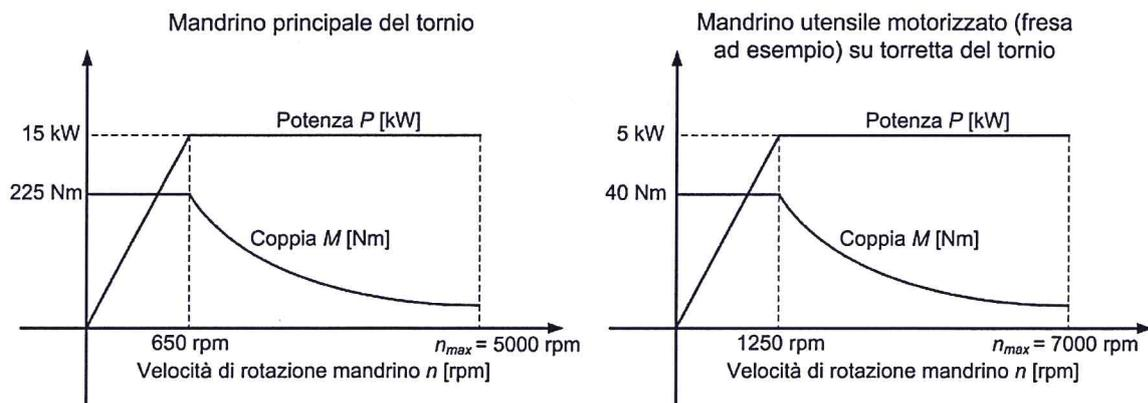

Figura 3. Curve di coppia e potenza mandrini del tornio multifunzionale CNC.
3. Per ciascuna delle operazioni ad asportazione di truciolo si descrivano, anche in modo approssimato, le strategie di lavorazione adottate (traiettorie utensile) e si dimensionino i parametri di taglio, rispettando i vincoli derivanti dalla macchina, ovvero il numero di giri massimo e le curve di coppia e potenza illustrati in Figura 3. Per le lavorazioni di finitura si scelgano gli avanzamenti in modo da soddisfare i requisiti di qualità superficiale riportati in Figura 1. Si scelgano le velocità di taglio all'interno degli intervalli indicati, in modo da consentire la lavorazione consecutiva di un numero adeguato di pezzi prima di dover arrestare la macchina per sostituire gli utensili usurati. Per tale scopo si supponga che ogni utensile abbia una durata pari a  $T=20$  min in corrispondenza al valore medio dell'intervallo di riferimento indicato (ad esempio, l'utensile 1 dura 20 min se  $v_c=275$  m/min), e supponendo che l'esponente di Taylor sia  $m=0.2$  per tutti gli utensili (facendo riferimento alla legge di Taylor scritta in forma classica, ovvero  $v_c T^m=K$ ).